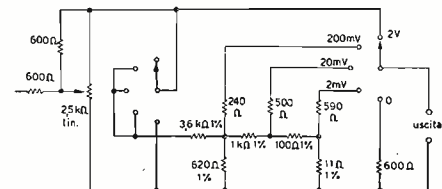

figura 4
Per alcune applicazioni può essere più conveniente, anziché tendere alla più bassa impedenza di uscita (per estendere al massimo la validità dell'indicazione dello strumento incorporato) avere una uscita su impedenza relativamente costante, ad esempio 600Ω , che è il valore standard comunemente adottato. Ciò si può fare semplicemente disponendo in serie a ciascuna uscita del partitore di attenuazione una resistenza che porti la resistenza vista dai morsetti a tale valore. Questa variante è indicata a figura 4 (3).
(1) Poiché lo stadio non è critico, i 2N2904A Mullard possono essere sostituiti con altri PNP, meglio se al silicio, di caratteristiche analoghe.
(2) Sulla portata 2 V f.s. l'impedenza di uscita dipende in modo determinante dalla posizione del cursore del potenziometro che regola il livello. Nelle altre portate l'influenza è compresa entro il ± 1%.
(3) Questo vale per le tre portate più basse; per la portata 2 V f.s., ove l'impedenza varia sensibilmente con il livello, è necessario adottare l'accorgimento indicato in figura 4, per ottenere un'impedenza di uscita abbastanza costante.